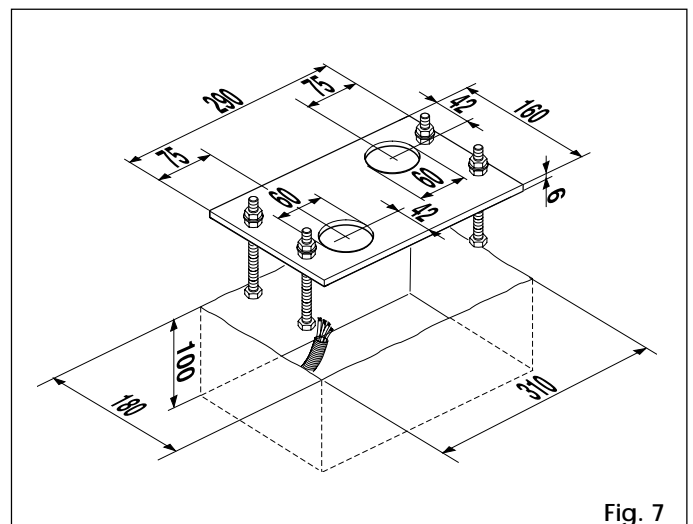

Fig. 7
- 3) Realizar el plinto de cimentación como se ilustra en la Fig. 7 y empotrar la placa colocando una o más vainas para el paso de los cables eléctricos. Verificar la perfecta horizontalidad de la placa mediante un nivel, y dejar fraguar el cemento.